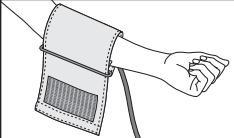
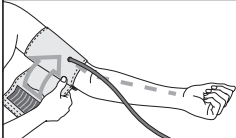

Fig. 1
Fig. 2
- A medição tem de ser feita na parte superior do braço de modo a não interferir com a circulação sanguínea. Não deve ingerir a braçadeira completamente em posição aberta, introduza o fim da braçadeira através do fecho de estribo, de maneira a formar um laço (ver Fig. 1). A braçadeira deve ser colocada no braço de modo a que a margem inferior do tensiômetro fique 2-3 cm acima da face interior do cotovelo e da artéria (ver Fig. 2). O tubo deve apontar para o meio da palma da mão.